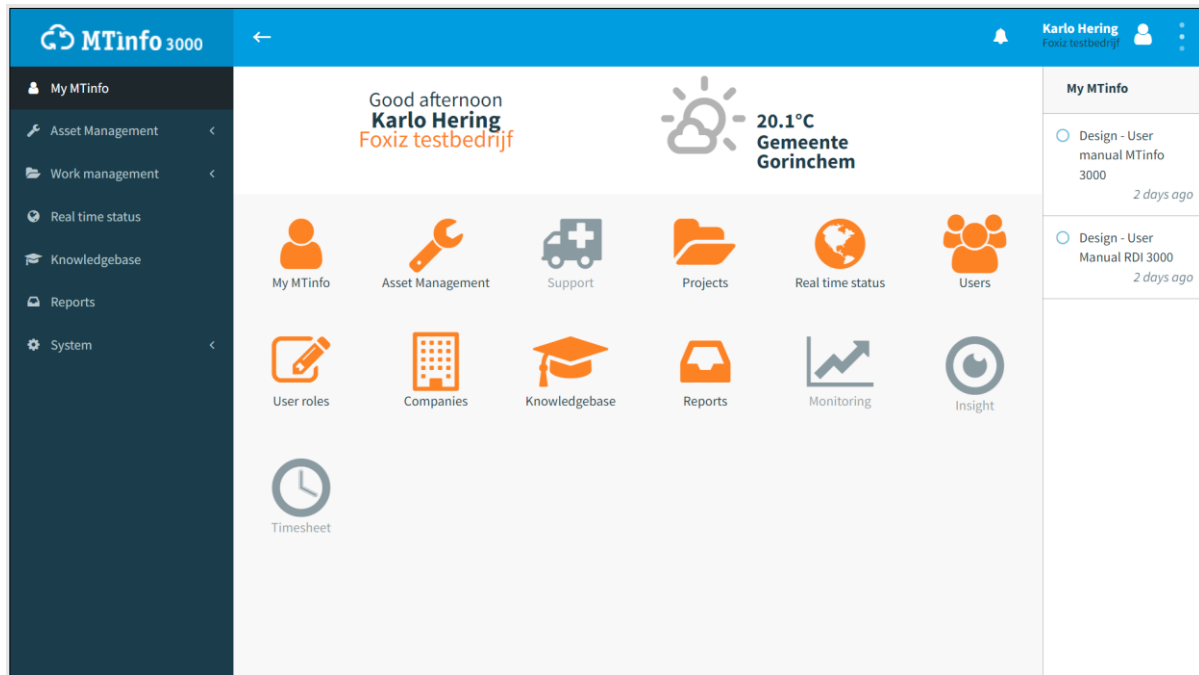

Figure 11 Dashboard
1. Ga naar het Dashboard (Figure 11) en klik op Bedrijven.